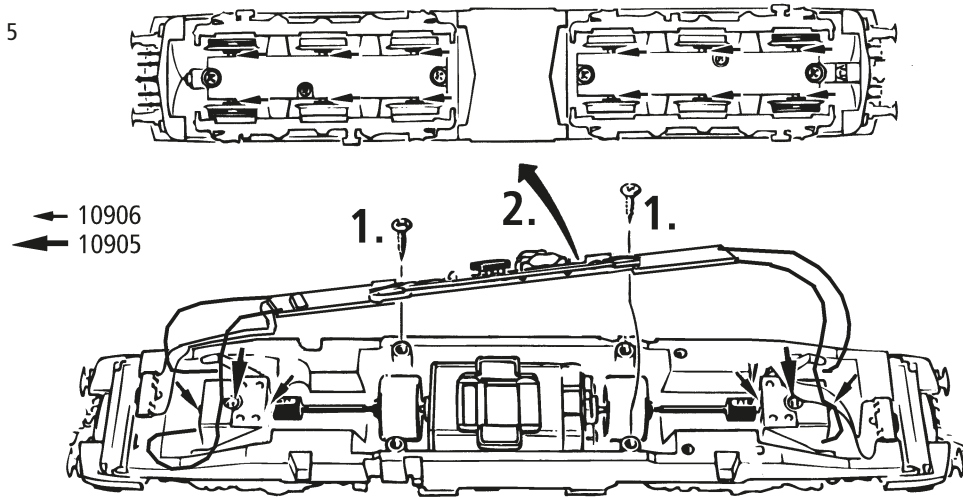
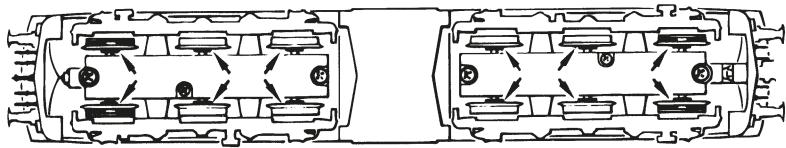

Fig. 6
Fig. 7
**3. Haftreifenwechsel:** Zuerst die Drehgestellblenden abnehmen (Fig. 7). Danach den **Radsatz** herausnehmen und die **Haftreifen** mit einer Nadel od. mit einem feinen Schraubendreher abziehen (Fig. 7). Beim Aufziehen der neuen Haftreifen darauf achten, dass diese sich nicht verdrehen.
**3. Change of traction tyre:** Remove the bogie blind (fig. 7). Take out **wheel set** and remove **traction tyre** using a pin or a fine screwdriver (fig. 7). When pressing on the new traction tyre please **avoid twisting it**.
**1. Nettoyage des lames de courant aux roues:** Les lames de contacts risquent de s'encrasser rapidement sur des voies poussiéreuses. Veuillez **enlever la poussière** aux endroits marqués à la fig. 6 à l'aide d'un petit pinceau souple. A ces fins démontez d'abord le bogie (fig. 6).
**3. Échange des bandages d'adhérence:** Démontez d'abord le **couvercle du carter** des en-grenages (fig. 6). Délogez ensuite les essieux bandagés et enlevez, à l'aide d'une aiguille ou d'un tourne-vis fin, les bandages d'adhérence (fig. 7). Lors du montage des nouveaux bandages veuillez veiller à ce que les bandages **ne soient pas tor-dués**.